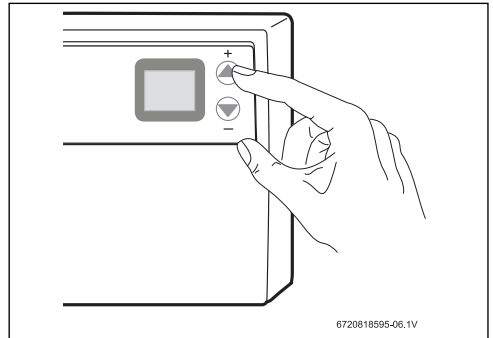

Fig. 20 Aumentar la temperatura
- ▶ Pulse ARRIBA para aumentar la temperatura deseada (Fig. 20).